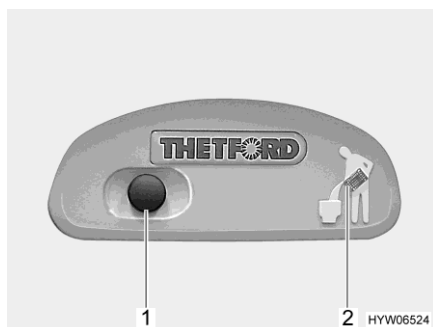
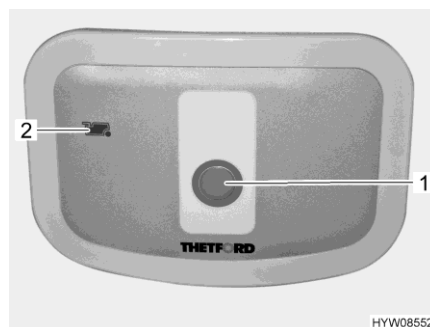

Fig. 297 Bouton pour la chasse d'eau/voyant de contrôle des toilettes Thetford
Fig. 298 Bouton pour la chasse d'eau/voyant de contrôle des toilettes Thetford (alternative)
- Pour actionner la chasse d'eau, appuyer sur le bouton bleu (Fig. 297,1 ou Fig. 298,1).
Le voyant de contrôle (Fig. 297,2 ou Fig. 298,2) s'allume lorsque le réservoir pour matières fécales doit être vidé.